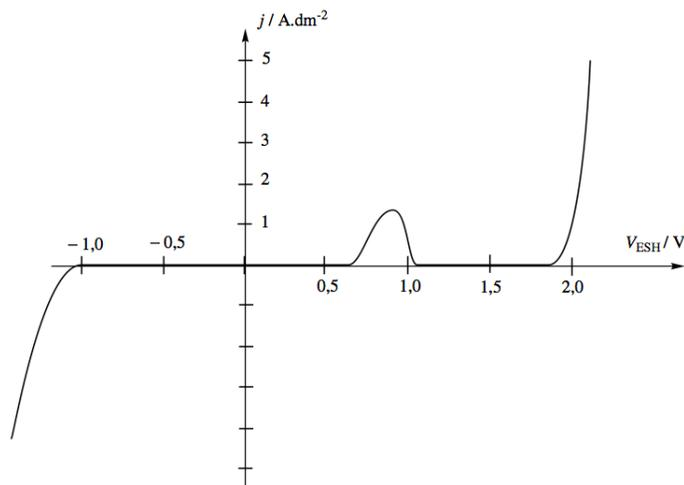

Figure 2 : Courbes intensité-potential sur électrode de plomb
2. Dans le cas (b), pourquoi trouve-t-on la même réaction dans la partie anodique que lors de l'étude (a) ? Déterminer la (les) réaction(s) intervenant dans la partie cathodique. Pour la figure 2, l'électrolyte est la solution A et l'électrode est en plomb. On ne s'intéresse qu'à la partie anodique de la courbe.